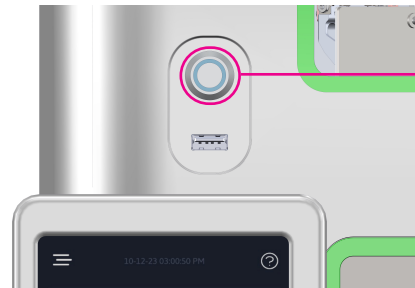

Figura 4
- Per accendere l'unità, porre l'interruttore dell'alimentazione CA sul retro del dispositivo in posizione ON ("I") (Figura 1). Premere il pulsante di accensione luminoso (Figura 4) situato sopra il touch screen nella parte anteriore del dispositivo. Lo strumento emetterà un segnale acustico, quindi entrerà in una fase non operativa durante la quale viene caricato il sistema operativo. L'avvio può durare fino a 1 minuto. Il dispositivo non accetterà campioni finché la temperatura appropriata dei componenti di misurazione non sarà stata raggiunta e non sarà stabile; sul touch screen verrà indicato quando l'analizzatore è pronto per l'uso.